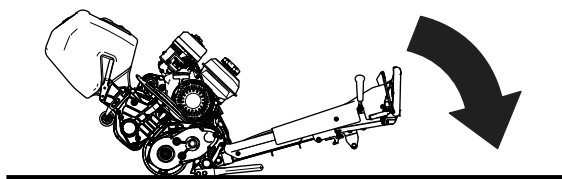

Figura 7
2. Aceda à unidade de corte descendo a pega da unidade de tração para o solo (Figura 7).